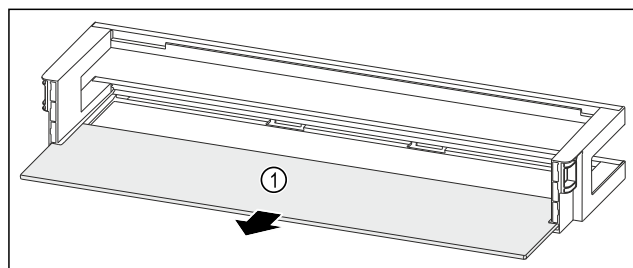

Fig. 257 Dveřní přihrádka s odkládací plochou
- Odkládací plochu Fig. 257 (1) odeberte.